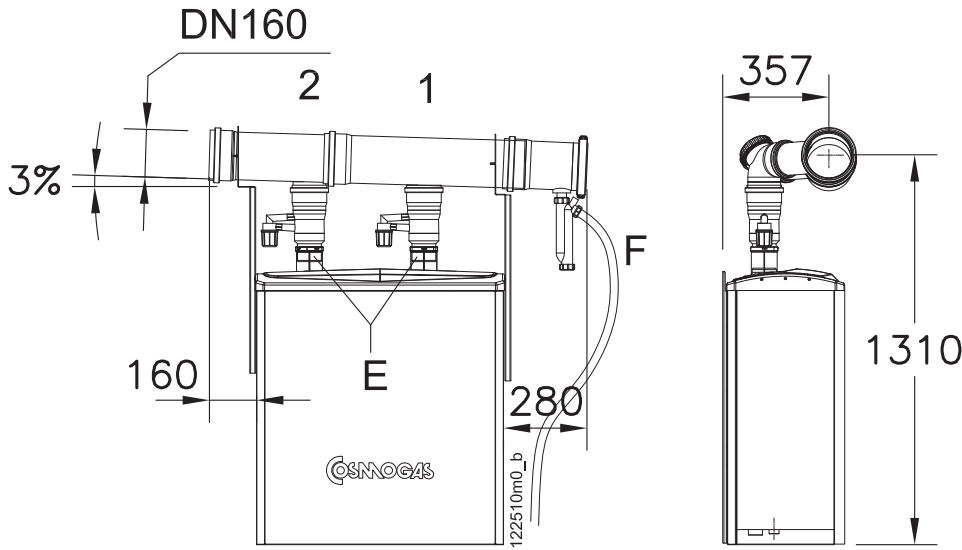

Figura 5-18 - Installazione del sistema "Collettore fumi in polipropilene" con uscita a sinistra
2.- preparare il raccordo "E", tagliandolo alla quota "A" (figura 5-20), secondo lo schema di figura 5-18 o figura 5-19, dipende dal lato da cui si vogliono scaricare i fumi (rispettando la quota "A" il collettore fumi viene inclinato del 3% e l'interasse dell'uscita del collettore corrisponderà alla quota di cui in figura 5-18 o 5-19);
A - Quota a cui tagliare il raccordo "E" per avere una inclinazione del 3% e per avere l'interasse di figura 5-18 e 5-19)